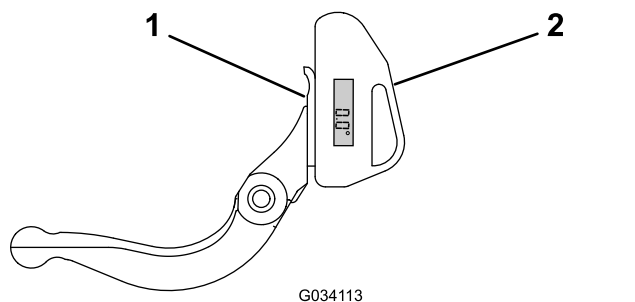

Figure 23
1. Placez l'indicateur d'angle sur la face inférieure de la contre-lame, comme montré à la Figure 23.